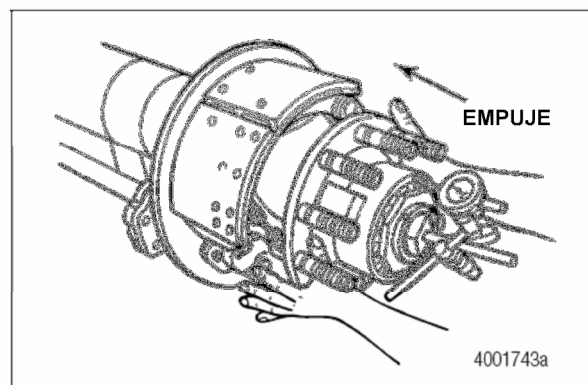

Figura 13.20
2. Empuje el cubo HACIA DENTRO hasta que el indicador de cuadrante no cambie. Posicione el indicador de cuadrante en CERO. Figura 13.20.